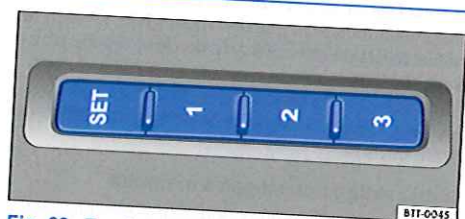

Fig. 68 Touches de présélection à l'extérieur du siège du conducteur. Sur les véhicules équipés de la fonction de massage dorsal, la touche 3 a été supprimée.
- Appuyez sur la touche **SET** pendant plus d'une seconde $\Rightarrow$ fig. 68.
- Appuyez sur une touche de présélection quelconque $\Rightarrow$ fig. 68 et maintenez-la enfoncée jusqu'à la fin du processus d'activation.
- Appuyez sur la touche **[SET]** → fig. 68 et maintenez-la enfoncée jusqu'à la fin du processus de désactivation.